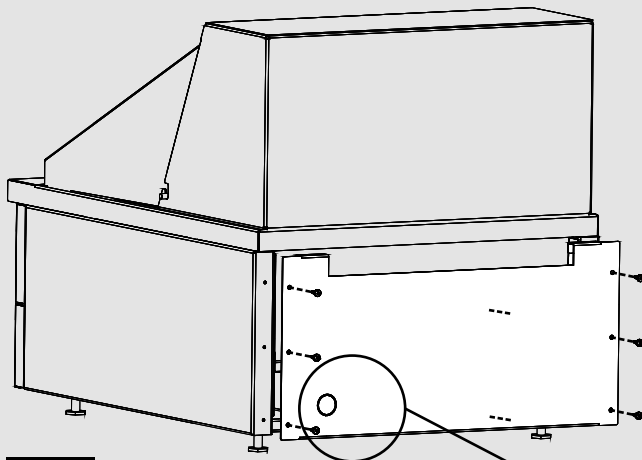

Figure 3
2. Retirer le panneau arrière de l'appareil en dévissant les six (6) vis de fixation. **(Figure 3)**